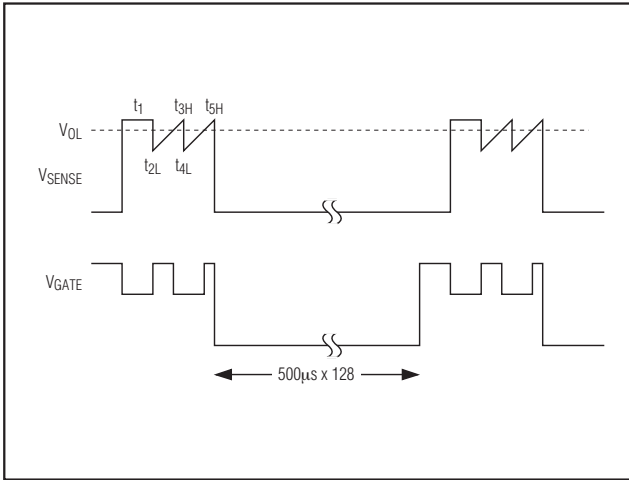

图14. MAX5921A过流故障实例
MAX5921/MAX5939带有一个过流故障积分器。当检测到过流情况时，内部数字计数器的数值递增。对于限流状态持续时间最大值为500 μ s的器件，数字计数器的时钟周期是32 μ s；对于限流状态持续时间最大值为2ms的器件，时钟周期是128 μ s。不足32 μ s的过流被认为是32 μ s过流。当MAX5921/MAX5939A的计数值达到500 μ s时(最大限流状态持续时间)，被认为是产生了过流故障。如果过流故障持续时间不到500 μ s，则计数器开始以低于递增速率128倍的速率(最大限流占空比)递减。如果过流状态的占空比大于最大限流占空比(参见图14)，则重复出现的过流状态将导致一次故障报警。
- 如果利用图14所示的光耦，则确定LED串联电阻为：